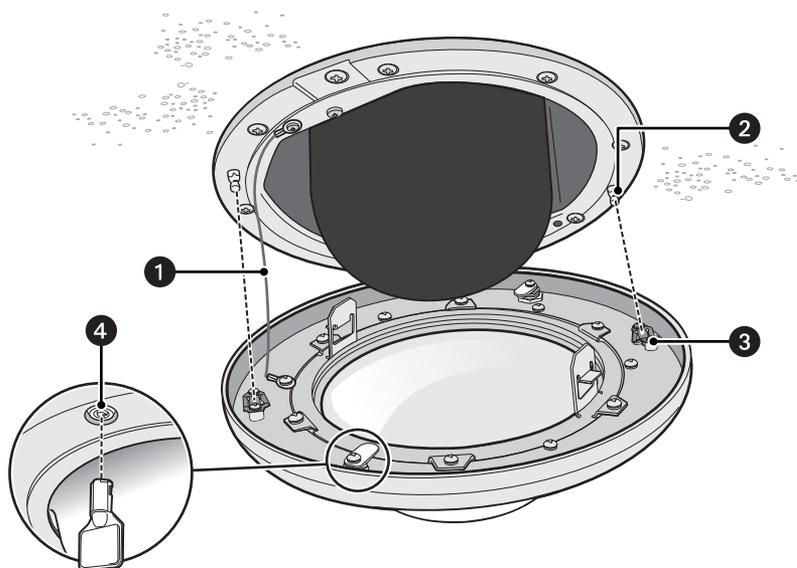

Figura 14. Instalación del domo inferior empotrado en techo de alto rendimiento
1. Coloque la abrazadera del cabo del aro de reborde inferior dentro del orificio sobre el borde de la caja posterior (consulte la Figura 14).